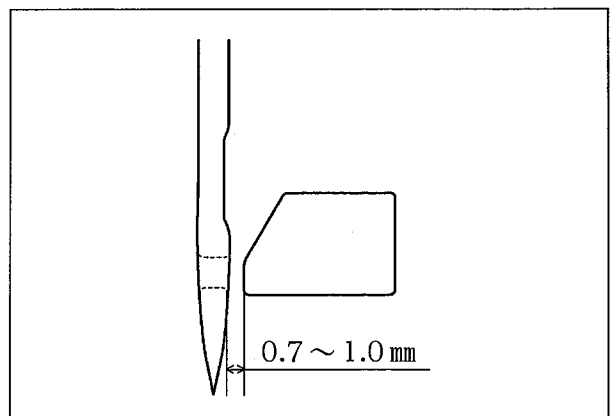

図 27
針が最も下がったとき、針と針受ケ(後)①のすき間が0.7～1.0mmであることを確認してください。(図27)